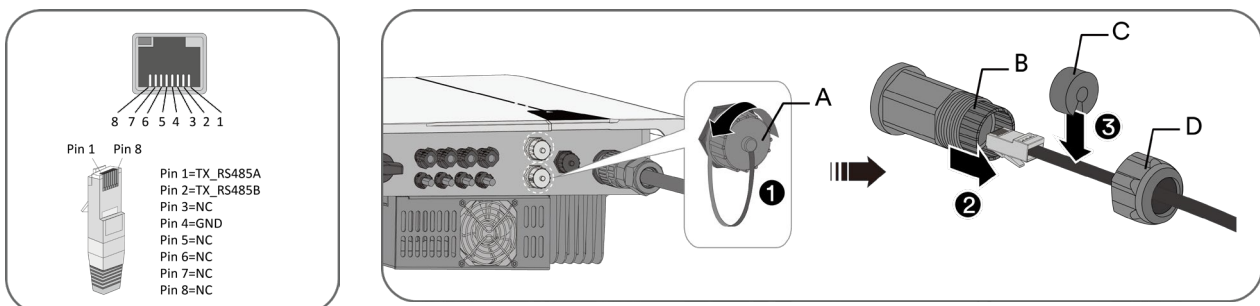

Abb. 35. Kabelanschlussbelegung    Abb. 36. Netzwerkkabel einführen
1. Isolieren Sie den Draht ab und befestigen Sie ihn in der entsprechenden Klemme (siehe Abb. 35).